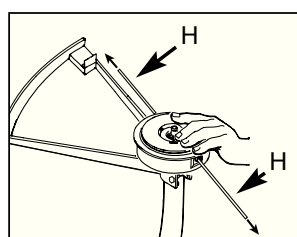

рис. 7F
9. Когда бобина оказалась на месте, нажмите на нее, сжимая пружину. Резко потяните каждый конец лески (Н), чтобы освободить леску из прорезей (рис. 7F).